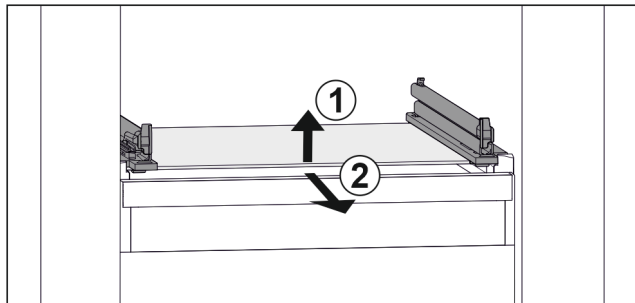

Fig. 108 Reprezentare exemplificativă a plăcii de sticlă
- Ridicați placa de sticlă din față. Fig. 108 (1)
- Extrageți placa de sticlă spre înainte. Fig. 108 (2)